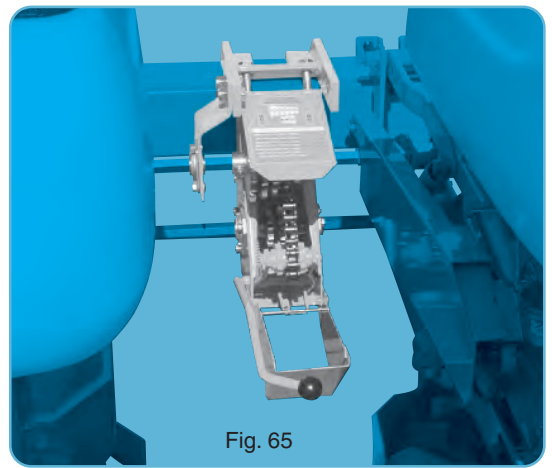

Fig. 65
- Offset assembly (fig. 65) for planters with an odd number of rows and inter-row spacing under 45 cm (18"). The gearbox is then mounted on the left and as close as possible to the central metering unit. To do so, remove one of the bearing fingers \_ which support the hexagonal shaft.
- Montaj decalat (fig. 65) pentru semănători cu număr impar de rânduri. Cutia se montează pe partea stângă și pe cât de aproape posibil de elementul central. Pentru aceasta, îndepărtați 1 din palieretele (4) care servesc drept suport pentru arborele hexagonal.
- Ustawienie wysunięte (fig. 65) dla siewnika o nieparzystej liczbie rzędów. Przekładnię umieszcza się z lewej strony, najbliżej centralnej sekcji wysiewającej; w tym celu należy usunąć jedno z łożysk przelotowych (4), umieszczonych na sześciokątnym wałku.